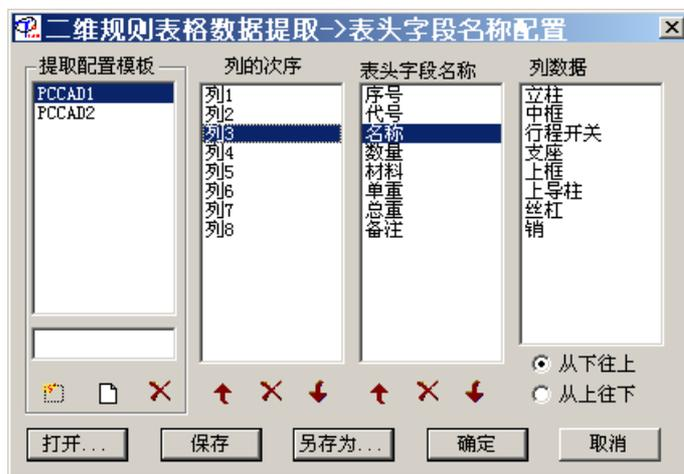

图 6-11
- (5) **通用资源 (Ctrl+R)**: 具体调用方法详见《第20章数据集成系统》。
- (6) **工程计算器 (Ctrl+J)**: 具体调用方法详见《第20章数据集成系统》。
- (7) **提取图面文字 (Ctrl+G)**: 选取右键菜单的资源操作→提取图面文字，命令行提示：“指定文本所在的包罗区域:”，在本文件内用鼠标框选文本外轮廓，选取完毕，所选文字包含文字间空格，立即被提取到当前属性内容格中。
- (8) **提取表格数据**: 选取“提取表格数据”按钮，命令行提示：“指定文本所在区域的第一角点:”、“另一对角点:”，在本文件内用鼠标框选表格内文本外轮廓，选取完毕，与在标题栏中使用“提取表格数据”不同，出现“二维规则表格数据提取→表头字段名称配置”对话框，通过对列与表头字段的顺序调整等方式进行提取配置，如图6-11，明细表“序号”、“代号”、“名称”各字段，分别提取“列1”、“列3”、“列4”的数据，“列2”被删除。调整数据的顺序，请点取右上角的小图标。点取“确定”，被提取的数据从当前行开始进行插入。